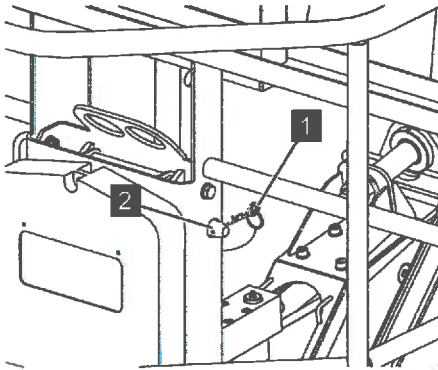

Abb. 71: Federsplint herausziehen
4. Den Federsplint (Abb. 71/1) aus dem Befestigungsbolzen (Abb. 71/2) herausziehen.